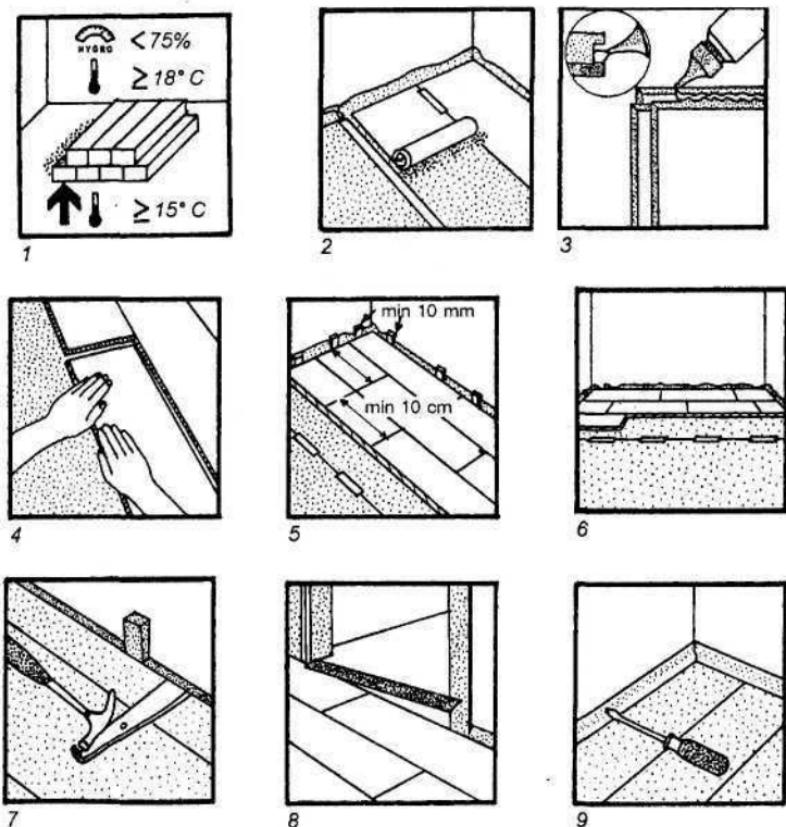

Рис. 8. Технологическая схема установки пластин «Перго»
Перед укладкой пола нераспакованные пластины следует уложить в ряд и на 2—3 дня оставить в середине помещения, в котором эти пластины будут укладываться, при этом должна быть обеспечена температура не менее 18 ° С и относительная влажность до 75%. Каждую пачку необходимо распаковывать непосредственно перед укладкой пола (рис. 8—1).
этиленовой пленки толщиной не менее 0,2 мм с минимальным нахлестом полос 20 см так, чтобы она не поднималась на стены, а ее концы были по всей длине заклейны самоклеющейся лентой. При укладке ламината на имеющиеся покрытия органического происхождения пароизоляции кладется непосредственно на эту основу (рис. 8—2).
2. Все элементы ламинированного пола склеиваются между собой при помощи конструкции шпунт — паз. В случае попадания инородного тела между шпунтом и пазом, его необходимо удалить. Затем вдоль верхнего торца паза наносится тонкий слой клея (рис. 8—3) и элементы немедленно соединяются так, чтобы между ними не осталось щели (рис. 8—4). Клей должен быть выдавлен из мест соединений по всей длине. Необходимо оставить минимальное количество клея, предотвращающее проникновение влаги. Остатки клея необходимо удалить. После окончания укладки следы клея удаляются специальным средством, но не мокрой губкой.
3. Укладку лучше всего начинать вдоль стены по направлению света. Вдоль всех стен и около конструкций необходимо оставлять не менее 10 мм зазора при помощи распорных клиньев. Для укладки можно применять обрезки пластин длиной не менее 40 см (рис. 8—5).
4. Пластины начинают укладывать так, чтобы первый ряд был пазом к стене. Второй ряд следует начинать от обрезанной части первого ряда. Три первых ряда (рис. 8—6) необходимо проверить при помощи линейки и шнура, настилая вначале их всухую без клея. Затем, пользуясь специальным набором инструментов для укладки и проверяя чтобы соединения были точные и прямые, производится склейка первых трех рядов. От правильности укладки этих рядов зависит качество укладки всего пола. После этого этот участок пола оставляется минимум на два часа для высыхания клея, после чего можно продолжать укладку. Отпиливается элемент
нужной длины от последнего ряда так, чтобы оставался зазор и соединяется с предыдущим рядом, используется специальное приспособление (рис. 8—7). При этом между стеной и полом постоянно вставляются распорные клинья.
5. Следует предусматривать зазоры в дверных проемах, на стыках с другими видами полов, а также около стен. В помещениях с длиной стен более 6 м и шириной более 5 м сумма припусков (вместе с теми, которые у стен) должна быть более 15 мм. В помещениях более 10 м или шире 8 м необходимо делать дополнительные зазоры. Эти зазоры можно закрыть специальным профилем (рис. 8—8 и 8—9).
На рис. 8 показаны плинтуса, профили для перехода с одного уровня на другой или для разных типов пола, а также профили для дверей без порогов или при устройстве пола на больших площадях (при длине более 12 м и ширине более 8 м) и профиль для ступенек.